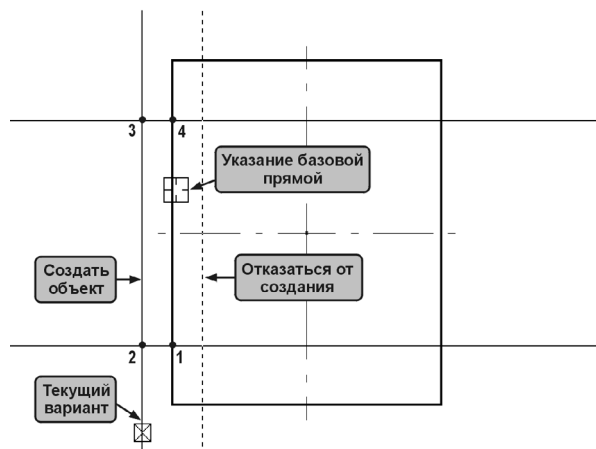

Рис. 11.11. Построение вспомогательной прямой
- 1.7. Укажите курсором левый вертикальный отрезок детали (рис. 11.11).
Точки 2 и 3 пересечения построенных вспомогательных прямых будут искомыми (рис. 11.11). По этим точкам можно построить требуемые отрезки 1–2, 2–3 и 3–4.
2.2. С помощью привязки **Пересечение** последовательно укажите точки 1, 2, 3, 4 (рис. 11.11).